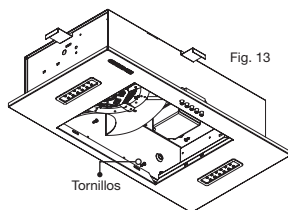

Fig. 13
- Retire los 4 tornillos Ver fig. 13